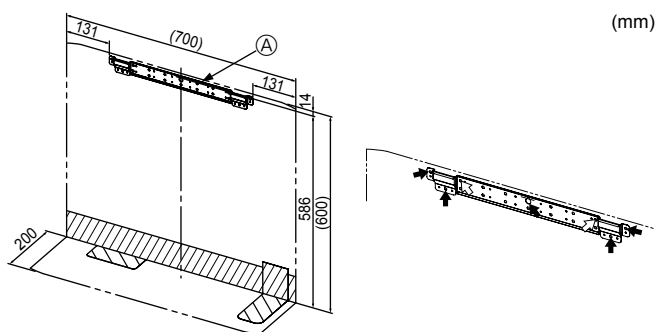

Fig. 3-1
- Installez solidement le support sur la structure murale (goujon, etc.). (Fig. 3-1)
① Support de fixation de l'appareil intérieur